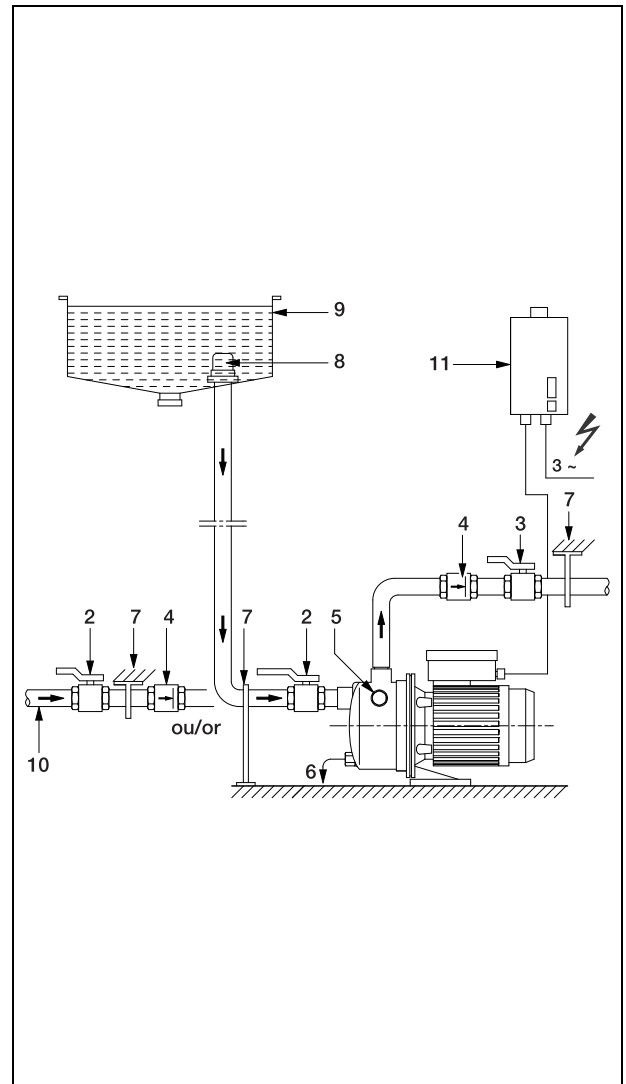

Fig 2
- Bild 2: Druckbetrieb am Vorratstank oder am Druckwasser-Anschluß mit Trockenlauf-Schutz